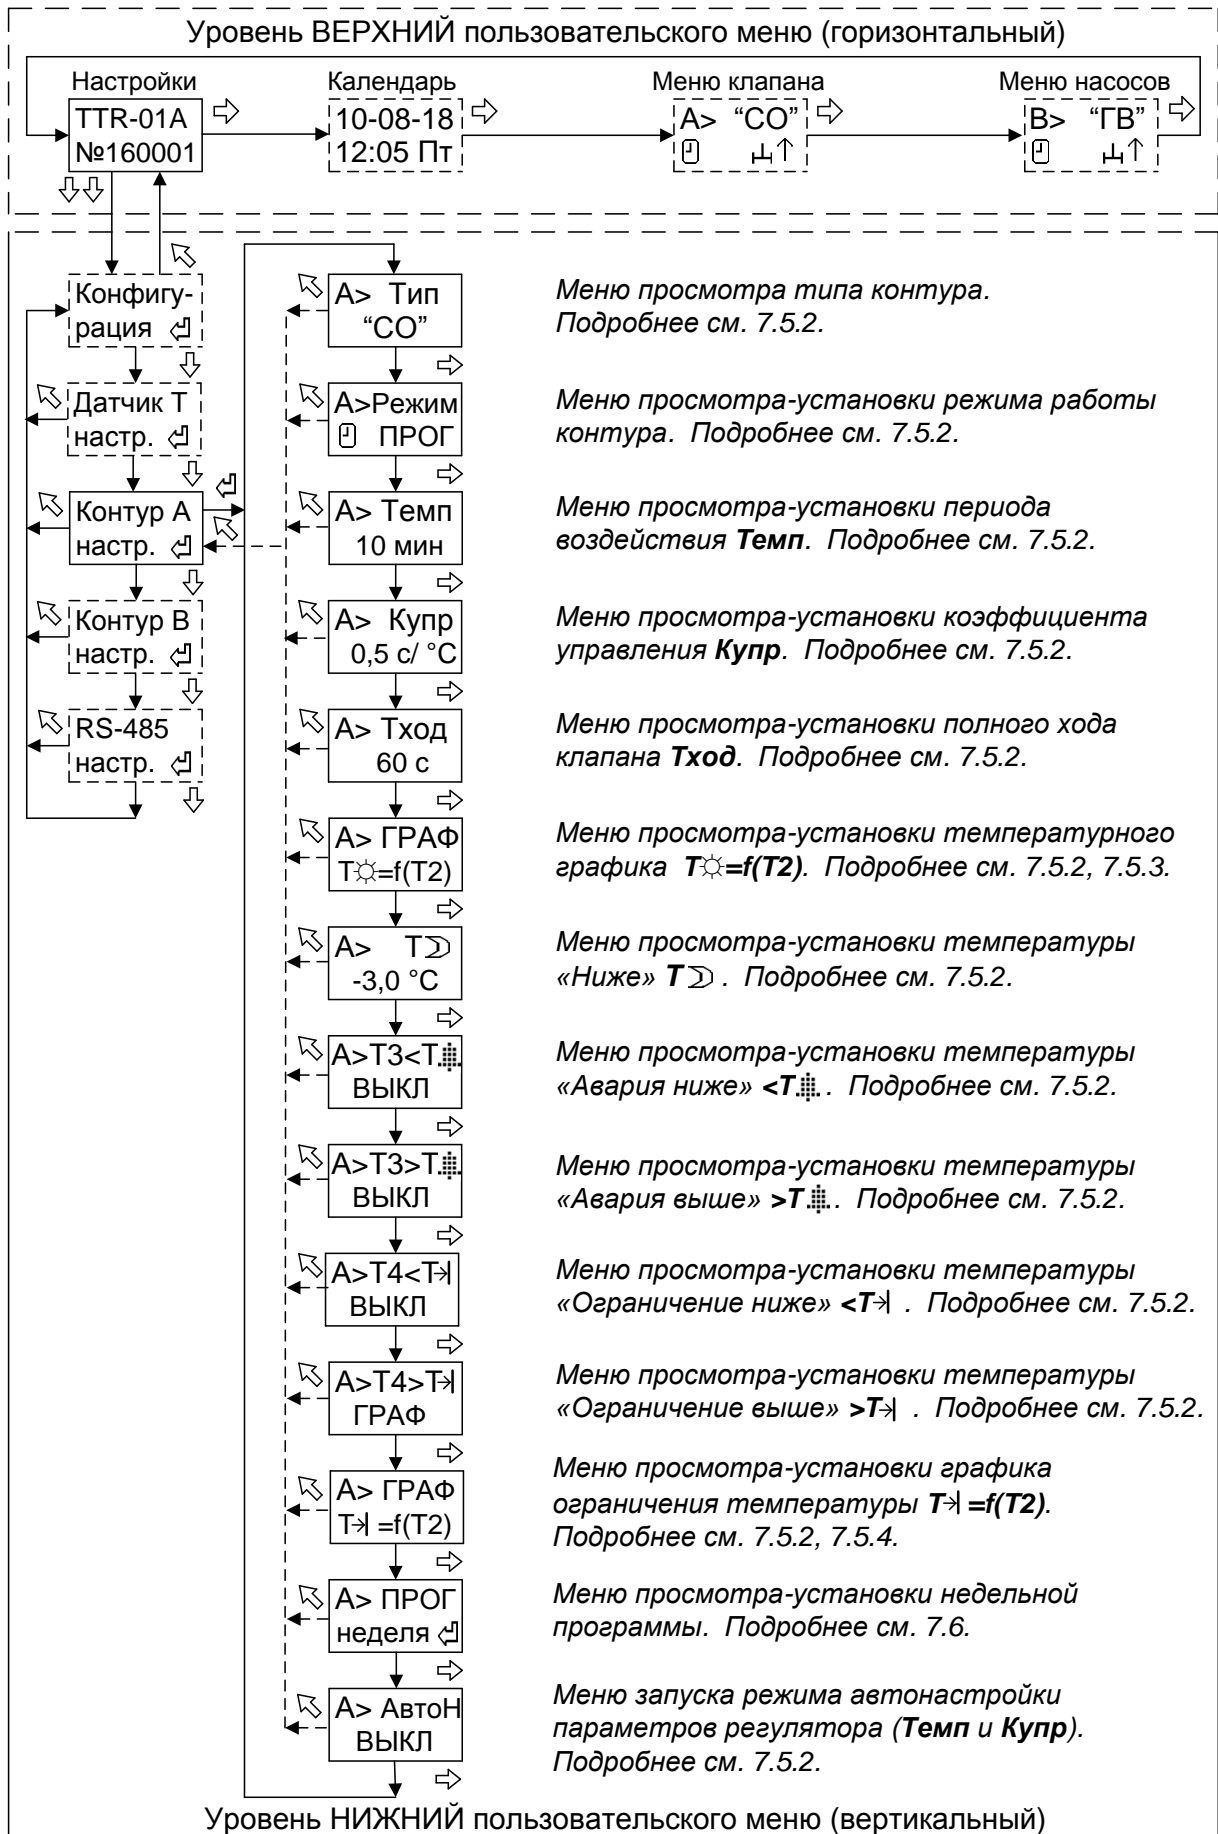

Рисунок 5 - Структура меню настройки параметров системы отопления (тип контура “СО”)
7.5.3 Для просмотра-установки температурного графика регулирования необходимо войти с помощью нажатия кнопки “↶” (см. рисунок 5) в меню «ГРАФ $T_{\odot}=f(T_2)$ ».